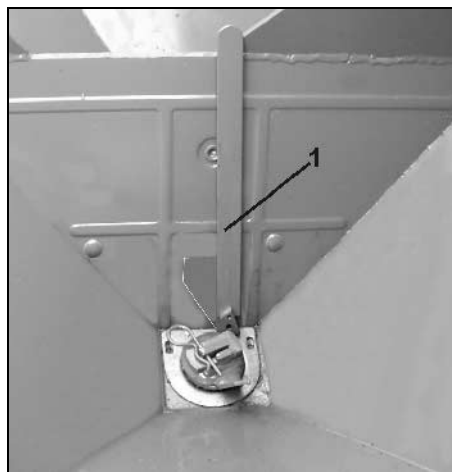

Fig. 60
- Nu ska inställningstolken (extra utrustning) lätt kunna föras in genom spjällöppningen (Fig. 60/2).